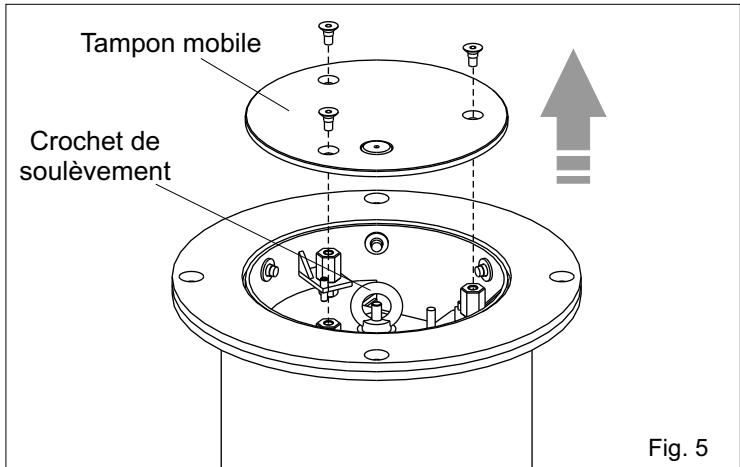

Fig. 5
2.1. Enlever le tampon mobile en dévissant les trois vis comme dans Fig. 5